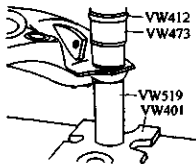
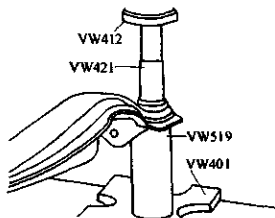

图 3-149 压入副车架
图 3-150 压入副车架
2) 用专用工具压入副车架前后端4个橡胶支承, 如图 3-149 和图 3-150 所示。